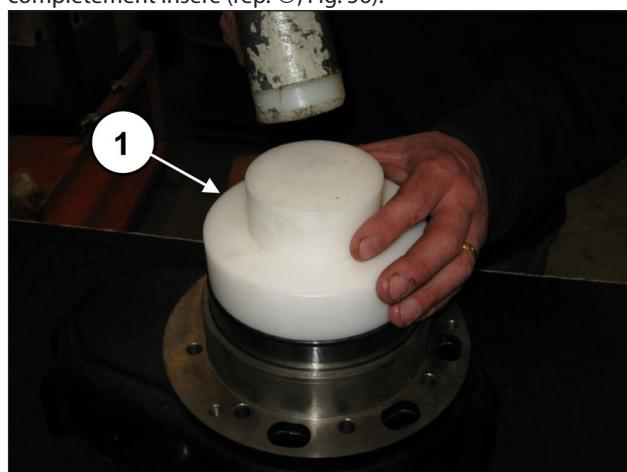
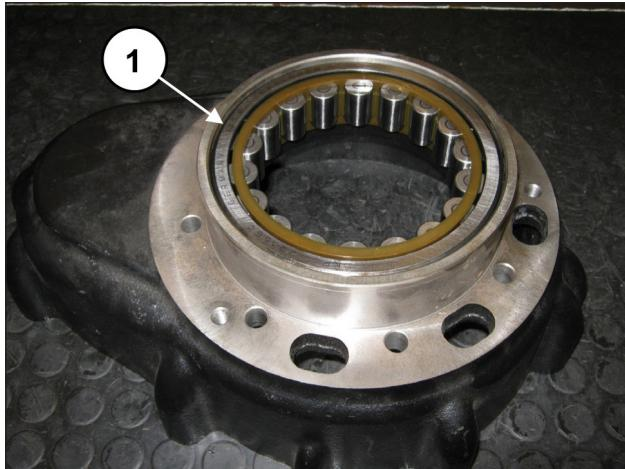

Fig. 55
Fig. 56
Sur le côté opposé du boîtier de réducteur, pré-monter la bague extérieure du roulement de vilebrequin à l'aide de l'outil réf. 27605000 (rep. ①, Fig. 55) jusqu'à ce qu'il soit complètement inséré (rep. ①, Fig. 56).